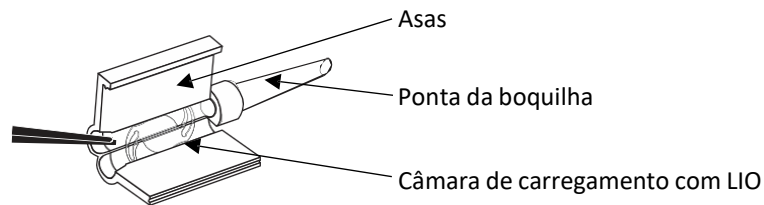

Fig. 1
7. Mantenha a asa do cartucho aberta, centre a LIO e posicione a ponta dos hápticos debaixo da borda das ranhuras. Empurre gentilmente para baixo a lente com os fórceps para assegurar que as bordas do optico estão seguras debaixo da borda das ranhuras, como demonstrado na Fig. 1.